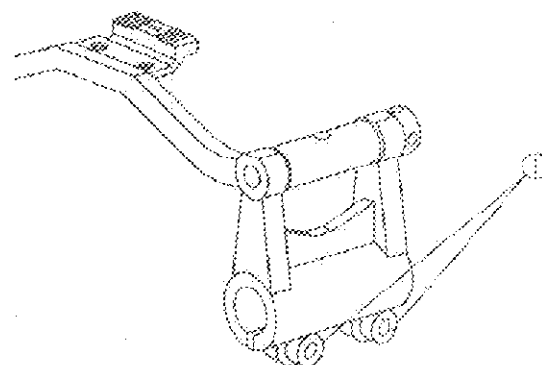

Рис. 13
16. Регулировка высоты зубчатой рейки (Рис. 13)